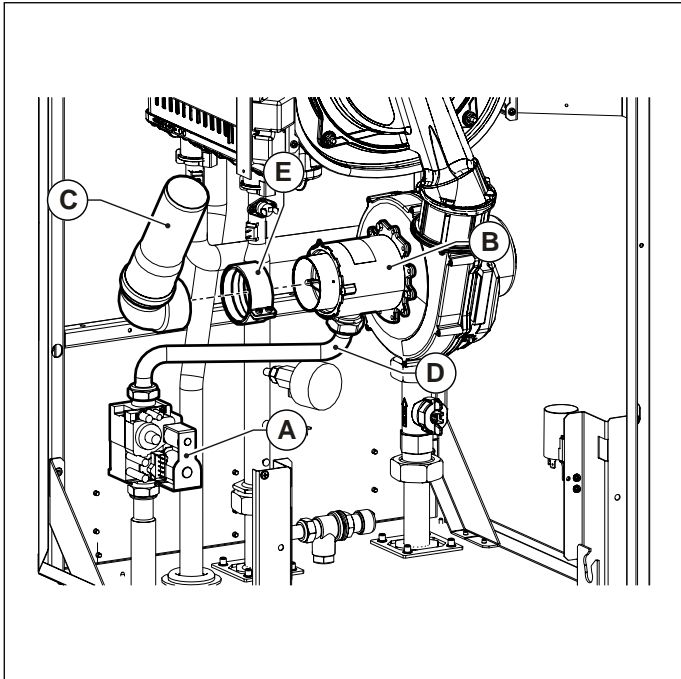

Рис. 32 Воздуховод
- Снимите глушитель воздухозабора **C** со смесителя. На модели KR 60 прежде чем снять глушитель, снимите муфту **E**, которая крепит глушитель к смесителю **B** (см. Рис. 32 Воздуховод).
- Отсоедините газовую трубу **D** от смесителя **B** (см. Рис. 32 Воздуховод).
- Соедините газовую трубу **D** со смесителем (см. Рис. 32 Воздуховод).
- Повторно смонтируйте глушитель воздухозабора **C** на смесителе. На модели KR 60 глушитель закрепляется к муфте **E** (см. Рис. 32 Воздуховод).